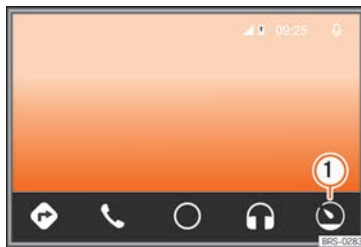

Abb. 188 Menü von Android Auto™
- Im Android Auto™-Betrieb die Funktionsfläche \ggg **Abb. 188 ①** antippen.